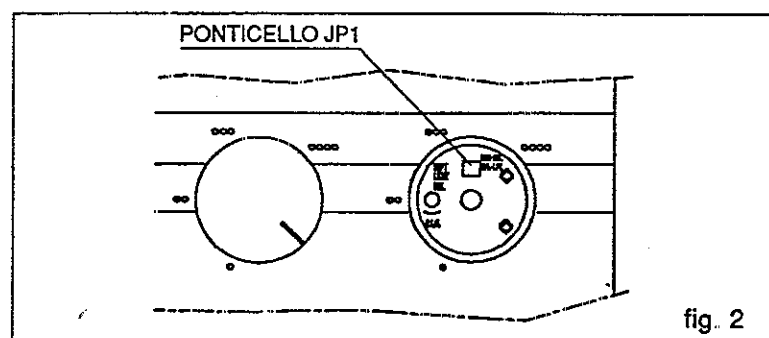

fig. 2
c) Inserimento ponticello GPL (fig. 2).